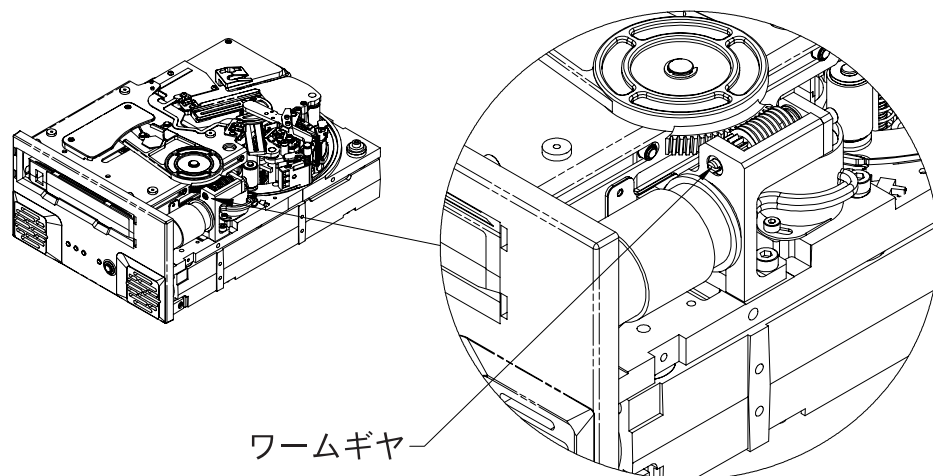

図 22 ワーム・ギヤを示した Viper 200
13. マイナス・ドライバーを使用してワーム・ギヤを時計と逆方向(左)に回転します。図 22 にワーム・ギヤの位置を示します。これによりカートリッジ・エレベータが徐々に上がり、カートリッジが部分的にドライブから滑り出すようになります。